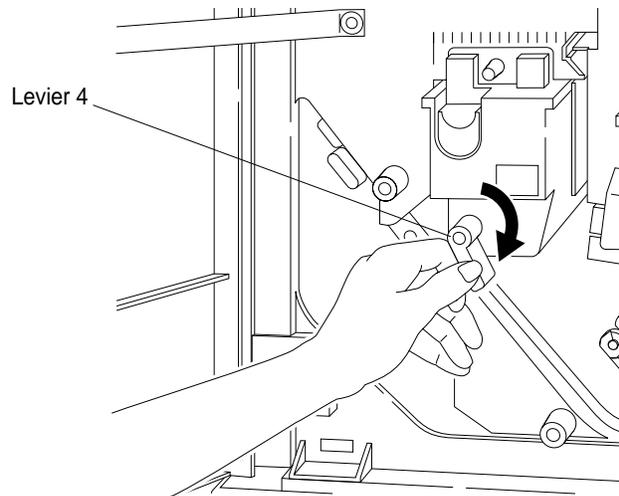

Figure 3-56 Actionnement en ouverture du levier 4
1. Ouvrez la porte frontale et tournez complètement le levier 4 dans le sens des aiguilles d'une montre, comme illustré à la Figure 3-56. Cette action permet de relâcher la tension exercée sur le papier qui quitte l'unité de fusion.